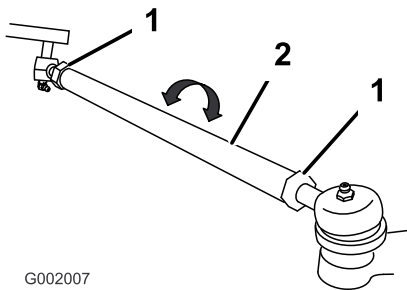

Bild 57
5. Wenn der Wert nicht im angegebenen Bereich liegt, lösen Sie die Klemmmuttern an beiden Ende der Zugstangen (Bild 57).